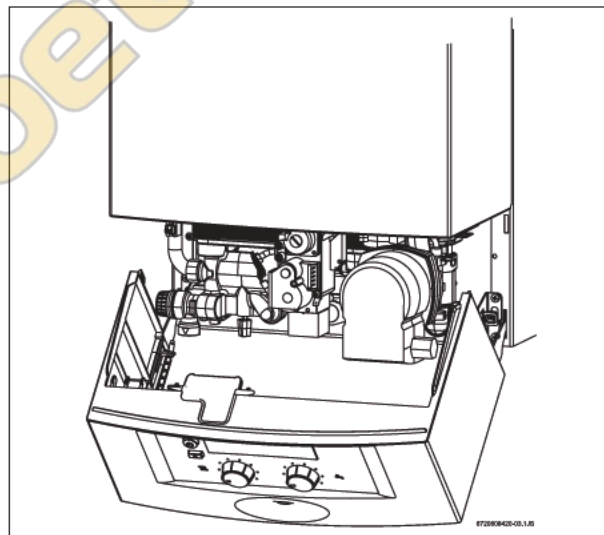

Рис. 30. Сервисная позиция для регулирования газа
- ▶ Перевести панель управления в сервисную позицию (см. рис. 30).